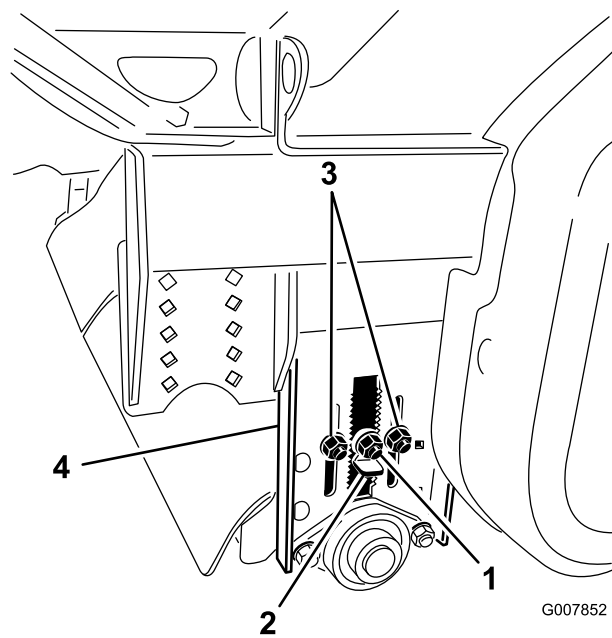

Figure 30
1. Avant de mettre le ProCore de niveau, prenez soin de régler la brosse de ramassage et le rouleau arrière à la hauteur de coupe correcte (Figure 30). Si le ProCore est équipé d'une brosse neuve, vous pouvez vous reporter à la table de réglage du rouleau arrière pour régler le rouleau arrière à la hauteur de coupe correcte.